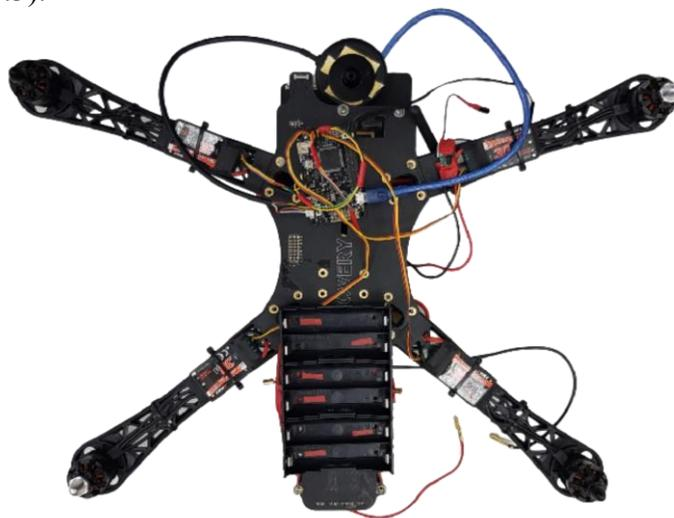

Рисунок 3 – Летающий робот
1. Добавление в рой летающих роботов для повышения точности получения данных роением по высоте (рис.3).